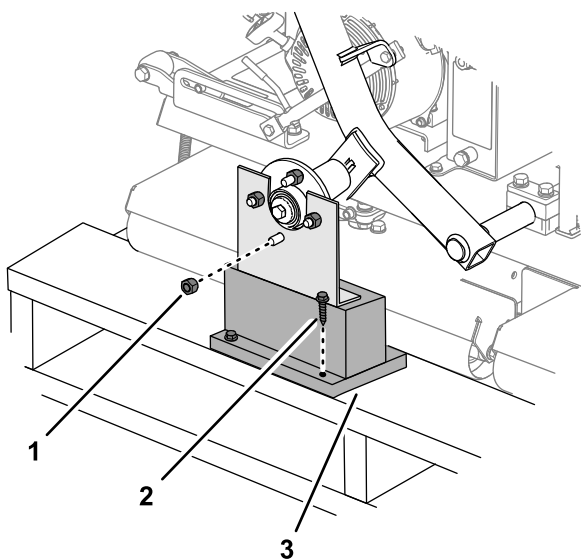

Figura 3
1. Îndepărtați prezoanele care fixează butucii de roată pe suportul pentru transport (Figura 3).
2. Îndepărtați celălalt prezon filetat de pe tiftul butucului de roată (Figura 3).
3. Îndepărtați uruburile care fixează suportii pentru transport pe palet și îndepărtați suportul (Figura 3).